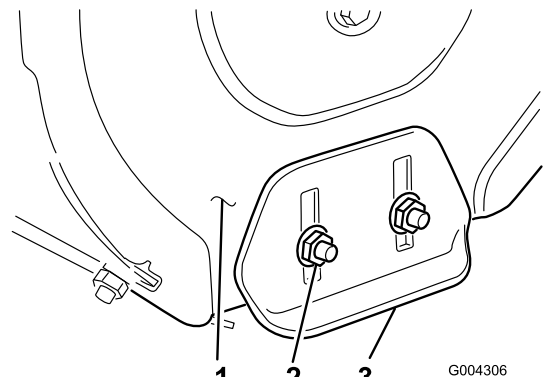

Figure 27
3. Desserrez les 4 écrous à embase qui fixent les deux patins aux côtés de la fraise (Figure 27) jusqu'à ce que les patins puissent coulisser aisément vers le haut et vers le bas.
8. Serrez les 4 écrous à embase qui fixent les patins aux côtés de la fraise (Figure 27).